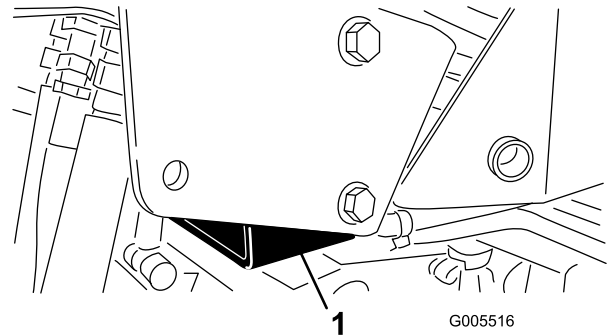

Figure 37
- Côté droit – sous le support de l'arceau de sécurité (ROPS) (Figure 37)